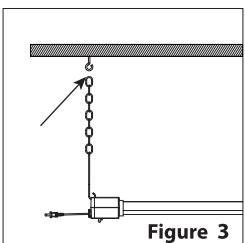

Figure 3
3. Accrochez l'appareil avec les deux chaînes sur les crochets à vis préparés (voir Figure 3).